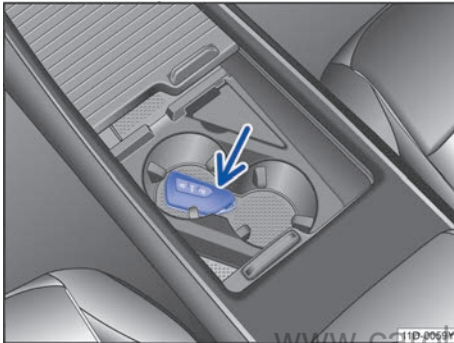

图 90 在中控台中：应急启动功能
- 将汽车钥匙放在中控台饮料罐托架后部或前储物箱中→图 90。